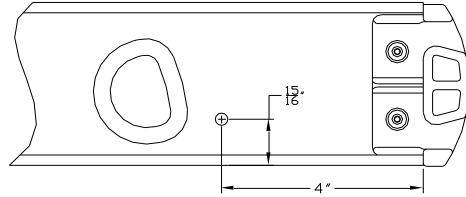

Fig. B1-1
1. Follow the instructions referring to **Fig. B1-1** or **B1-2**, according to your ladder type.
2. For **Fig. B1-1**, measure and mark with a pencil the hole pattern. Repeat for both rails. Then using a drill and 1/4" drill bit, drill the rails at the marks just made.
1. Siga las instrucciones haciendo referencia a la **Fig. B1-1** o **B1-2**, dependiendo de su tipo de escalera.
2. Para la **Fig. B1-1**, mida y marque con un lápiz el patrón de agujeros. Repita para ambos largueros. Luego, usando un taladro y una broca de 1/4", taladre los largueros en las marcas que acaba de hacer.